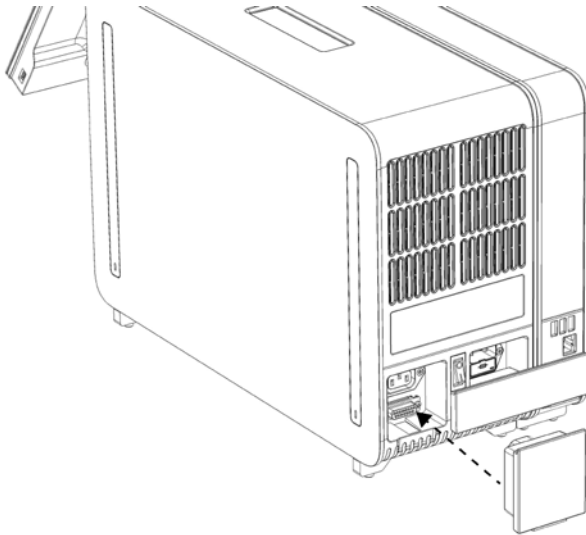

Figura 9. Conectarea punții de conexiuni.
6. Conectați puntea de conexiuni din partea din spate a modului analitic (Figura 9).